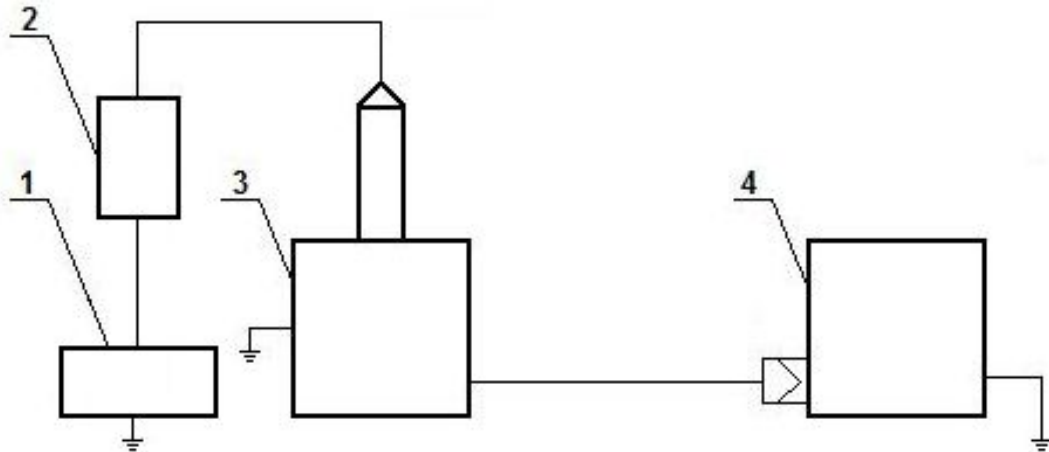

Рисунок 4 Схема соединения приборов при определении приведенной погрешности измерения действующего значения силы переменного тока частотой 50 Гц, где:
5.3.4.1 Собрать схему, приведенную на рис. 4. Работы по сборке схемы производить при подведенной к выводу высоковольтного блока заземляющей штанге.